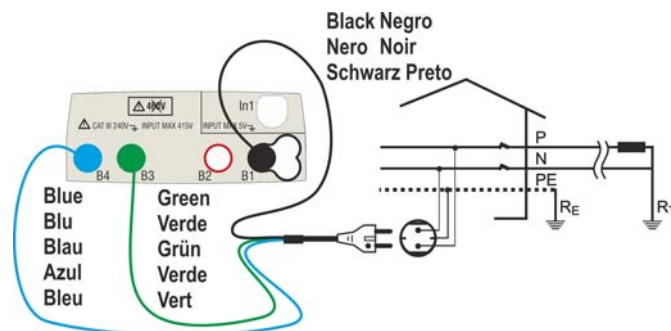
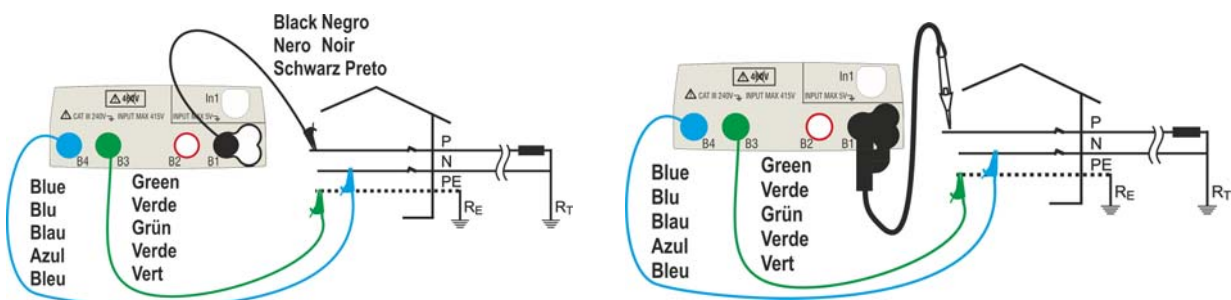
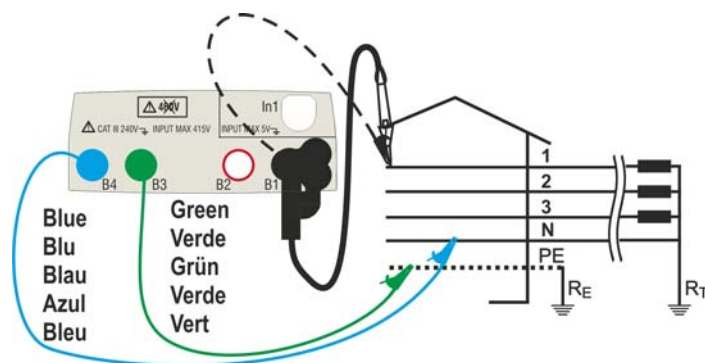
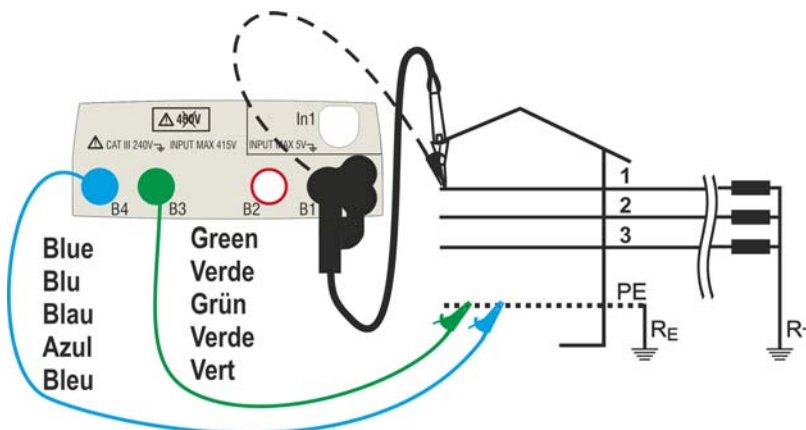

Fig. 16: Misura P-N/P-PE in impianti monofase/bifase 230V tramite spina shuko
Fig. 17: Misura P-N/P-PE in impianti monofase/bifase 230V con cavi e puntale remoto
Fig. 18: Misura P-N/P-PE in impianti trifase 400V+N+PE con cavi singoli e puntale remoto
Fig. 20: Misura P-PE/P-N in impianti 400V + PE (no N) con cavi singoli e puntale remoto
4. Connettere la spina shuko, i coccodrilli od il puntale remoto alla rete elettrica in accordo alle Fig. 16, Fig. 17, Fig. 18 e Fig. 20
4. Scollegare, quando possibile, tutti i carichi connessi a valle del punto di misura in quanto l'impedenza dei suddetti utilizzatori potrebbe influenzare i risultati della prova. Connettere la spina shuko, i coccodrilli od il puntale remoto alla rete elettrica in accordo alle Fig. 16, Fig. 17, Fig. 18 e Fig. 20 nel punto più vicino possibile alla protezione in esame